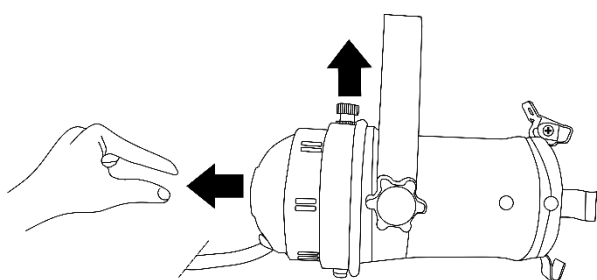
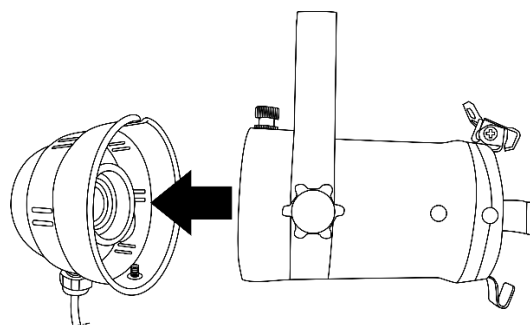

Fig. 03
Fig. 04
- 02) Tire de la palanca de resorte en la dirección de la flecha y retire la cubierta trasera de la lámpara (Fig. 03 y Fig. 04).